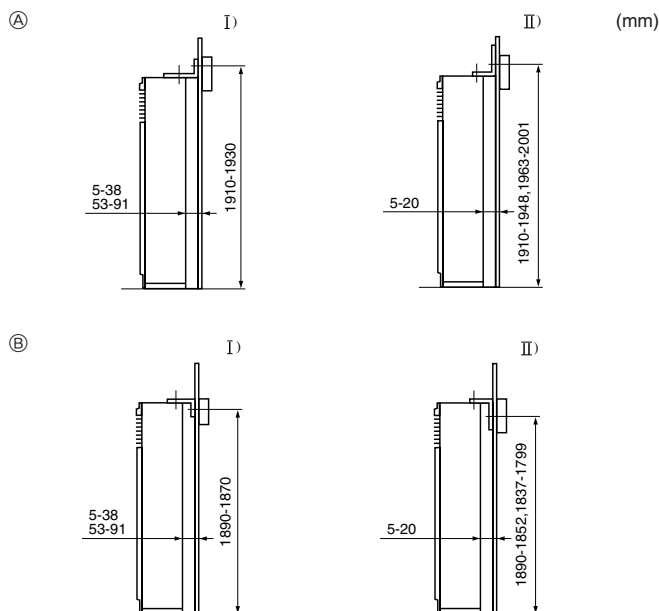

Fig. 3-3
① Vältskyddsfäste
Vältskyddsfästet ① sitter i ytan på enhetens överdel. Tag ur de självborrande skruvarna ② och sätt sedan tillbaka fästet som illustration visar. För rätt installationsavstånd, se Fig. 3-3.
3.3. Montering av vältskyddsfäste (Fig. 3-3)